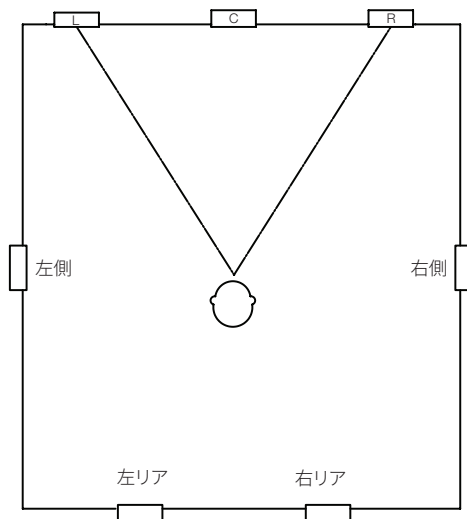

図7
7.1チャンネルシステムでは、5.1チャンネルシステムのサラウンドスピーカーに加えて、背面に置く2台のスピーカーが追加されます。部屋の中で使用する場合、2台の追加スピーカーはリアウォールに設置します。(図7)。